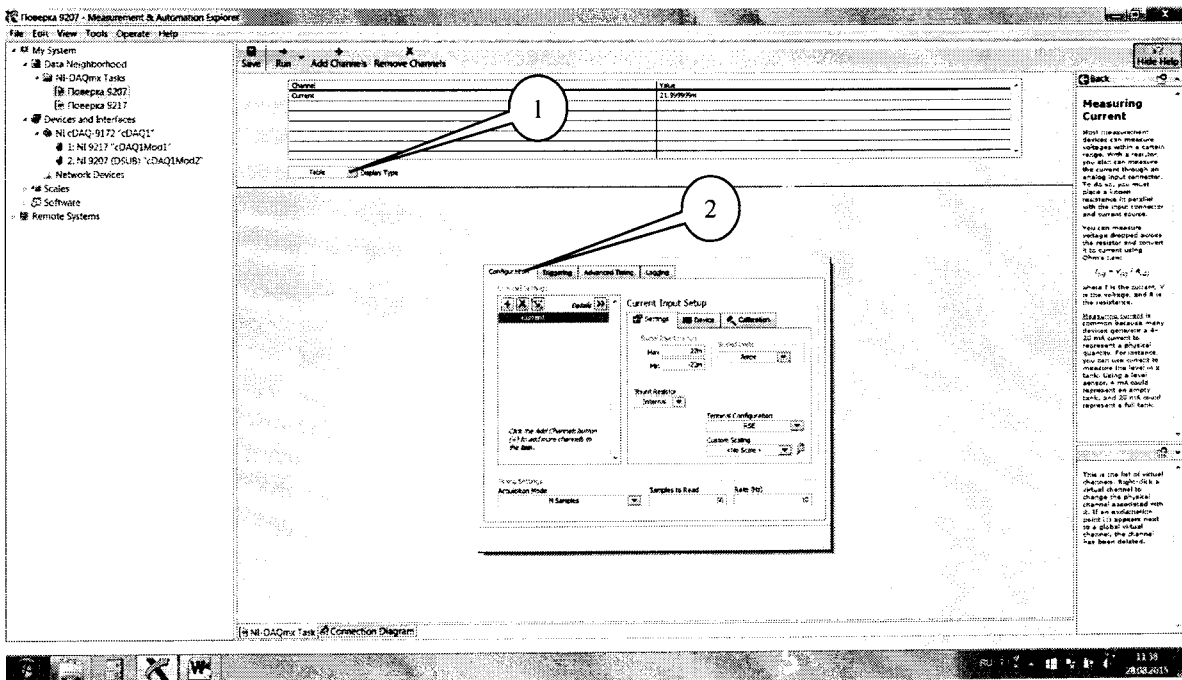

Рисунок 11.
7.4.3 Во вкладке (рисунок 11) установить табличный вид отображения измеренной информации «Table» (1), а в окне «Configuration» (2) установить все параметры в соответствии с рисунком 11.